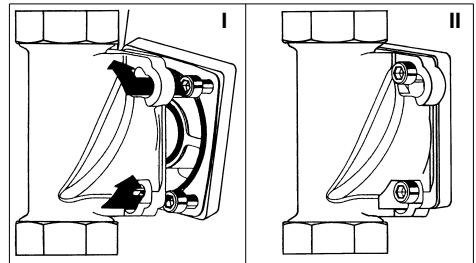

Fig. 7: Bride rotative de montage avec baïonnette
- Le présenter sur la bride rotative de montage de manière à ce que les têtes de vis traversent les alésages à baïonnette (cf. fig. 7 I).
- Serrer bien à fond les quatre vis cylindriques M6x130 (cf. fig. 7 II).
- Positionner l'adoucisseur côté "G" de la bride de la vanne de dérivation pour faire passer les têtes de vis dans les perforations de la baïonnette (cf. fig. 7 I).
- Serrer bien à fond les quatre vis cylindriques M6x25 (cf. fig. 7 II).